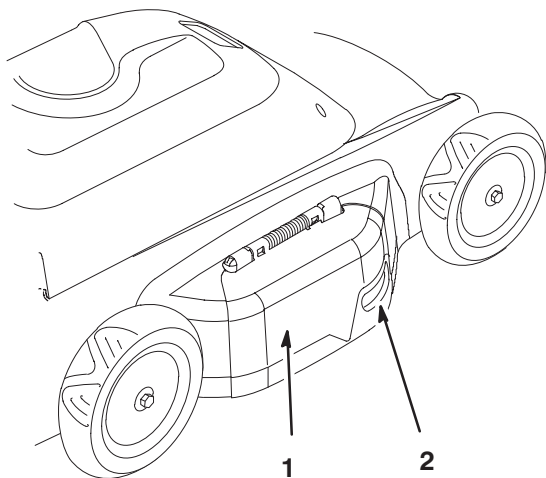

Figure 18
1. Use handle on mulch door to raise door (Fig. 18).